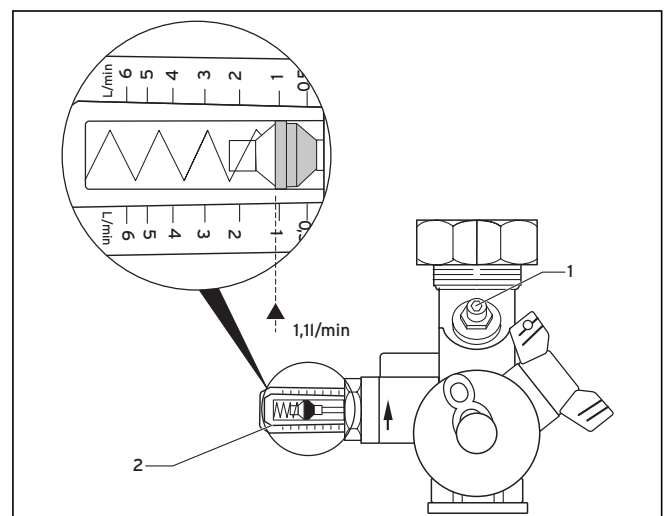

Fig. 8.2 Gennemstrømningsmængdebegrænsere
Gennemstrømningsmængdebegrænseren (→ **Fig. 8.2**) er en væsentlig del af solvarmeanlægget.
- Efter grovindstillingen ved hjælp af omløbspumpen foretages finindstillingen med gennemstrømningsmængdebegrænserens reguleringsventil (1) (→ **Fig. 8.2**). Den indstillede værdi kan aflæses på visningen (2).